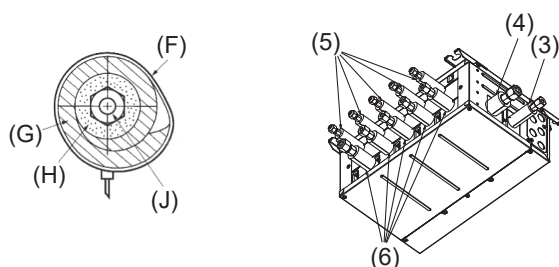
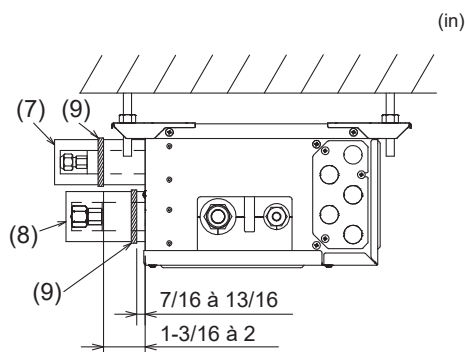

Fig. 7-3
Fig. 7-4
- Isolez les tuyaux de liquide et de gaz du Boîtier de dérivation en appliquant de la mousse polyéthylène résistante à la chaleur tout autour. (Fig. 7-3) Sinon, il pourrait en résulter des blessures lors du raccordement des tuyaux ou des fuites d'eau en raison de la condensation sur ces derniers. Tout raccordement incorrect engendre un dysfonctionnement.
- 5) Appuyez les cache-tuyaux (3) et (5) sur les tuyaux de liquide contre l'appareil et enroulez-les pour les maintenir en place. (Fig. 7-3)
- 6) Appuyez les cache-tuyaux (4) et (6) sur les tuyaux de gaz contre l'appareil et enroulez-les pour les maintenir en place. (Fig. 7-3)
- 7) Fixez les sangles fournies (9) à 7/16-13/16 in (10 à 20 mm) de chaque extrémité des cache-tuyaux ((3)(4)(5)(6)).
- 8) Si l'appareil intérieur n'est pas raccordé, raccordez les cache-tuyaux (avec les bouchons, (7) et (8)) sur les branchements des tuyaux de réfrigérant du Boîtier de dérivation contre l'appareil afin d'éviter un écoulement de condensation des tuyaux. (Fig. 7-4)
- 9) Fixez les cache-tuyaux ((7)(8)) à l'aide des sangles fournies (9).
## 7.2. Gestion des orifices de raccordements qui ne sont pas raccordés à l'appareil extérieur (Fig. 7-4)